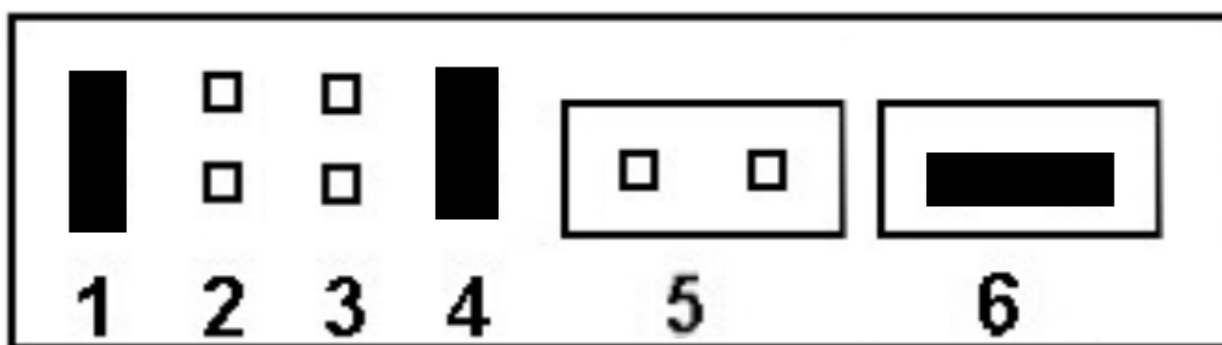

Рисунок 2.1 – установка перемычек на ИБП
4. Перемычки на ИБП установлены следующим образом: 2, 4, 6 (рисунок 2.1)